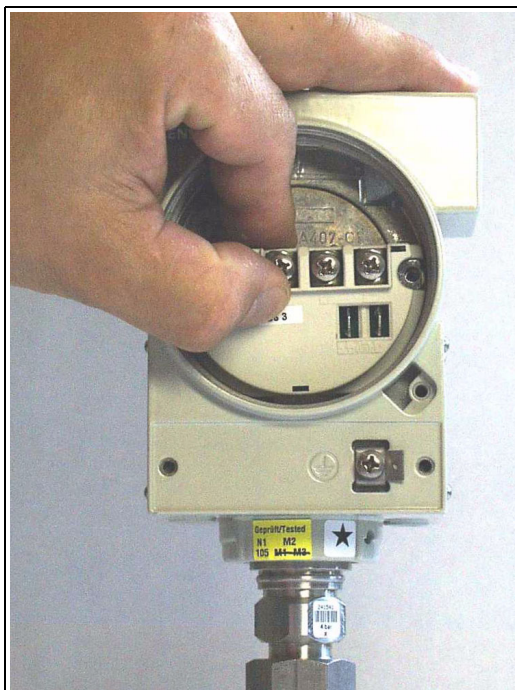

Bild 27 Anschlussplatine im Elektronikanschlussraum
5. Die neue Anschlussplatine auf die Durchführungsstifte aufstecken und mit den Befestigungsschrauben (mit ca. 1,7 Nm) und den unterlegten Zahnscheiben fixieren (Bild 27, Seite 29)